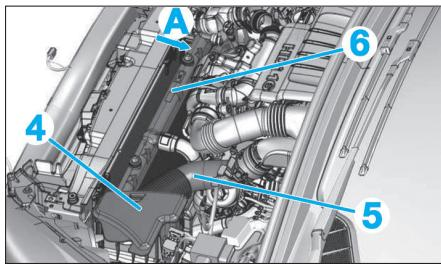

Fig. 7
- le déflecteur (4) (Fig.7),
- le conduit ou le résonateur (5) (selon motorisation).
- Écarter le radiateur de refroidissement moteur (6) selon la flèche (A).